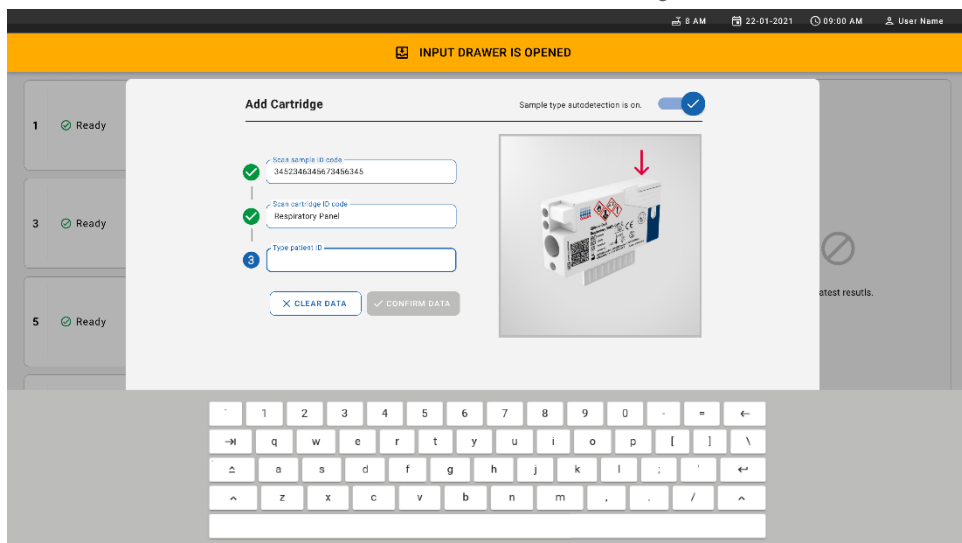

Figura 24. Tela de leitura do ID do QIAstat-Dx Respiratory SARS-CoV-2 Panel Cartridge.
8. Depois de inserir o código de barras de sample ID (ID da amostra), efetue a leitura do código de barras do QIAstat-Dx Respiratory SARS-CoV-2 Panel Cartridge a ser usado (posição indicada pela seta). O QIAstat-Dx Rise reconhece automaticamente o ensaio a ser executado com base no código de barras do QIAstat-Dx Respiratory SARS-CoV-2 Panel Cartridge (Figura 24).